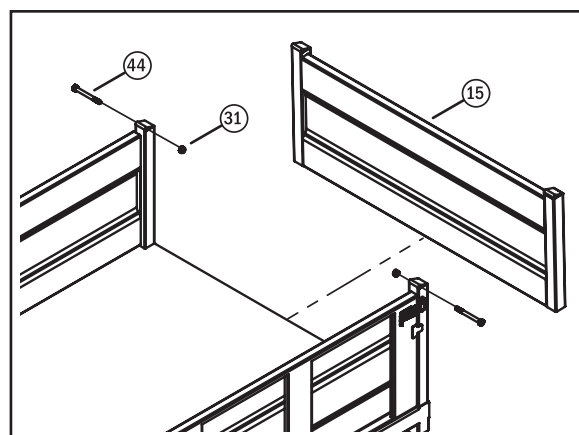

Fig. 18
Étape 19 : Installez le hayon sur le plateau. Installez le hayon (15) comme indiqué sur la fig. 18. Utilisez les deux boulons M10 x 100 (44), têtes vers l'extérieur, et deux écrous de blocage M10 (31) pour fixer le hayon. Serrez uniquement de manière à ce que l'écrou touche le support intérieur du hayon. Comme ces boulons servent de point de pivotement pour le plateau, ne serrez pas excessivement.